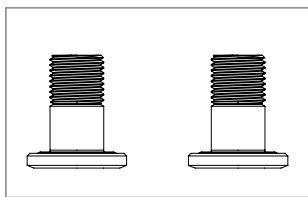

Figure 2 – Trousse 3738
- Trousse de vis de tourillon (figure 2) 3738